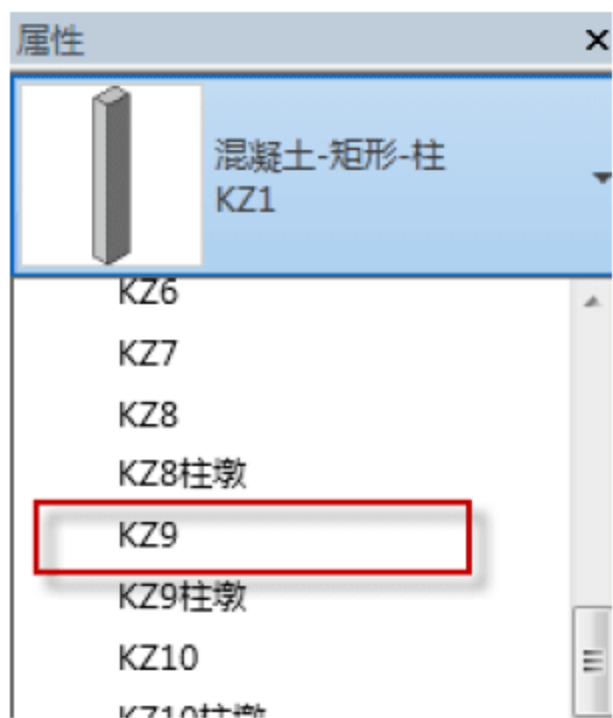
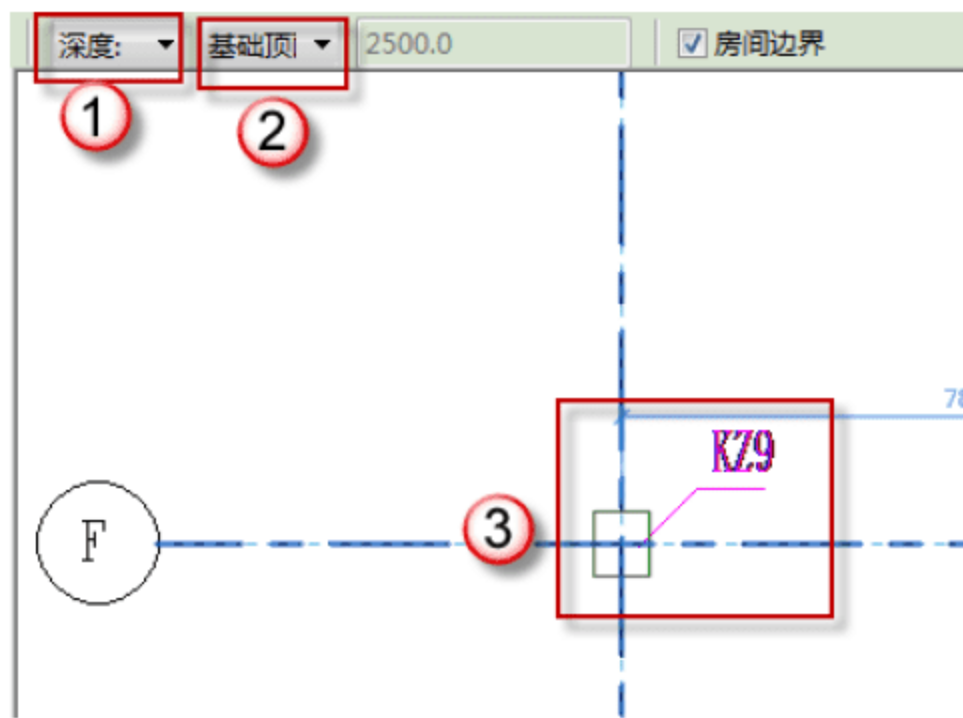

图 3.1.40 KZ9 属性
图 3.1.41 KZ9 的绘制
(21) 建立柱 KZ9。按快捷键 C+L (绘制结构柱), 在“属性”面板中选择“混凝土-矩形-柱”柱类型, 选择 KZ9 框柱, 如图 3.1.40 所示。然后选择“深度”→“基础顶”选项, 最后将 KZ9 绘制在柱定位处, 如图 3.1.41 所示。同理依次绘制柱 KZ1~KZ13, 得到其他框柱。